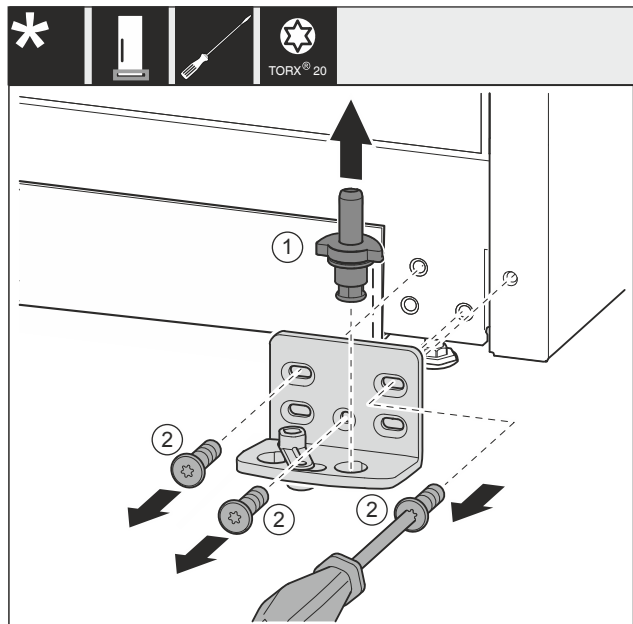

Fig. 33 *
- Træk lejebolten Fig. 33 (1) helt op.*
- Skru skruerne Fig. 33 (2) ud med en skruetrækker, og tag hængslet af.*